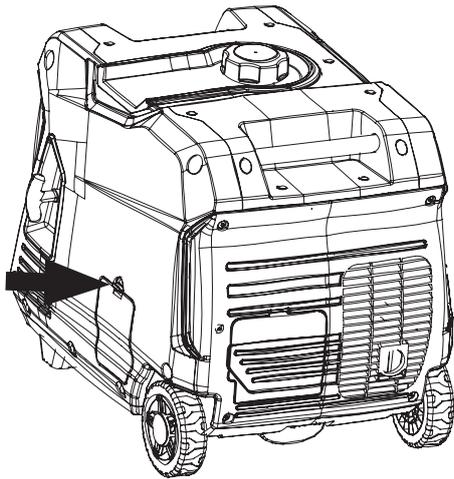

Figure 3: Panneau de service pour l'huile
1. Détachez et retirez le panneau de service à l'huile pour accéder au bouchon de remplissage/vidange d'huile (voir Figure 3).